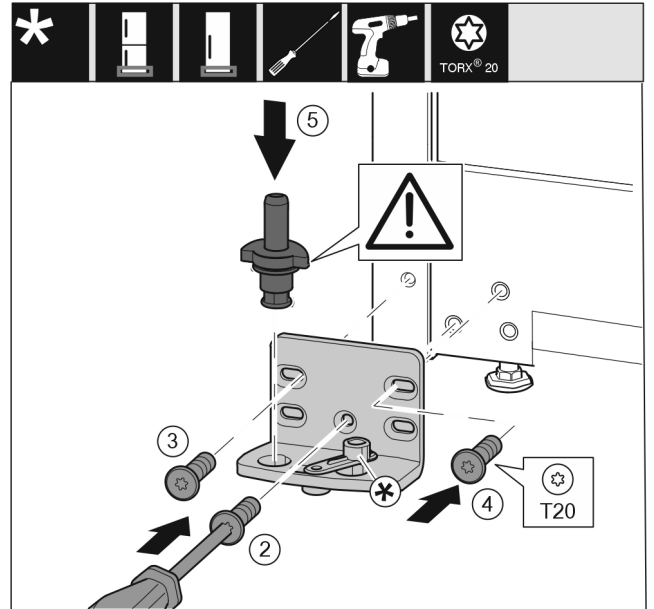

Fig. 20
- ▶ 将托架安装到另一侧，并借助螺丝刀旋紧。用螺钉 Fig. 20 (2) 从底部的中心开始。
- ▶ 拧紧螺钉 Fig. 20 (3) 和螺钉 Fig. 20 (4)。
- ▶ 将轴承螺栓 Fig. 20 (5) 完全装入。同时注意止动凸轮需指向后方。